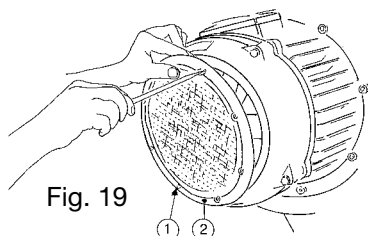
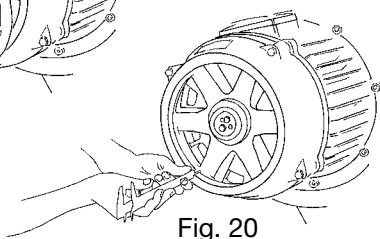
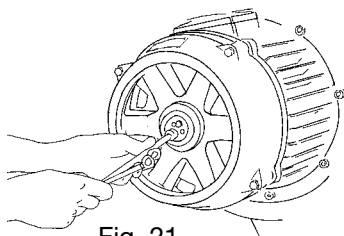
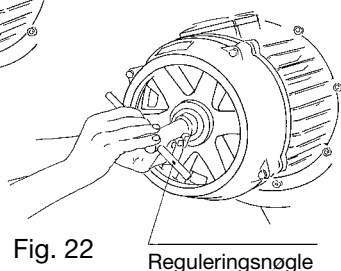

Fig. 19
Fig. 20
Fig. 21
Fig. 22
Skrue skrue af Pos. 1 og fjern risten pos. 2, (Fig. 19); udfør målingen et hvilket som helst sted mellem bremseventilatoren (Fig. 20) og et niveau på kammeret med bremsen blokeret. Når denne måling er udført, skal ventilatoren bevæges aksialt mod motorens inderside ved hjælp af et håndtag og udfør en anden måling, der registrerer forskellen (fig. 20). Hvis forskellen er højere end nominelle værdier (0,8/1,2 mm), fortsæt som følger:
- skru skrue af (Fig. 21), drej justeringsringen med uret og genvind en aksial forskydning, der er højere end den nominelle værdi, og husk på, at en komplet drejning af ringen svarer til 2 mm (fig. 22). Når genoprettelsesoperationen er udført, gentag målingen med bremsen åben (fig. 20) og kontroller, at den aksiale forskydning er på den nominelle værdi, sæt skrue på gitteret på deres pladser igen (fig. 19).